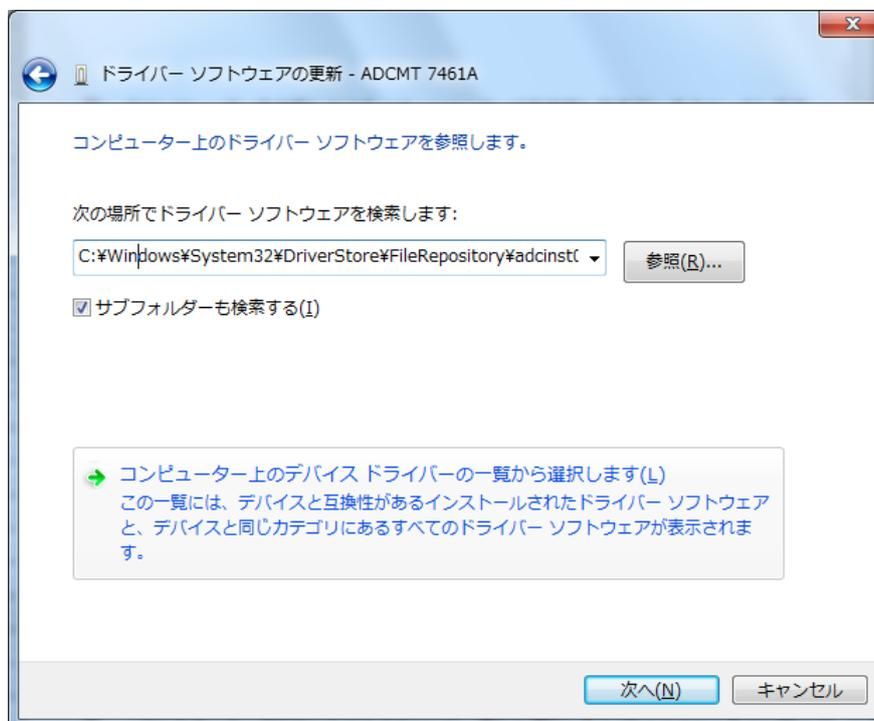

図 2-4
- ④ 「コンピューター上のデバイスドライバーの一覧から選択します」をクリックします。(図 2-4)